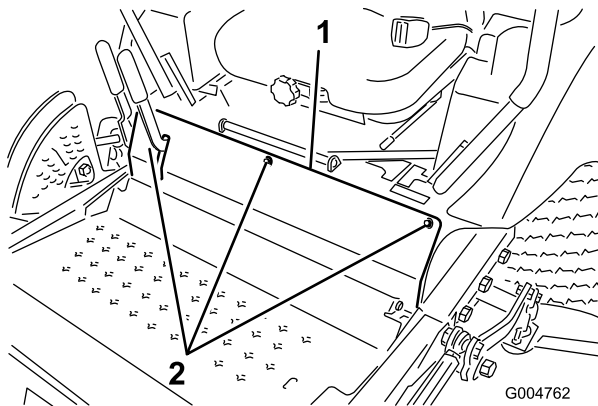

Figura 58
2. Afloje los pernos del panel delantero y retire el panel (Figura 58).